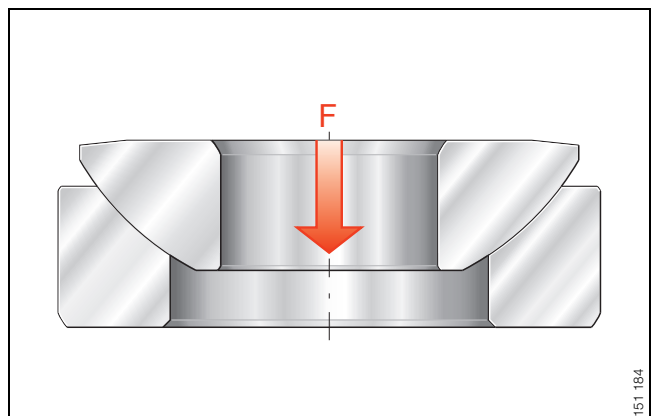

Bild 3 · Zentrisch wirkende, unveränderliche axiale Kraft  $F$
- auf Axial-Gelenklager rein axial und zentrisch wirken (Bild 3)